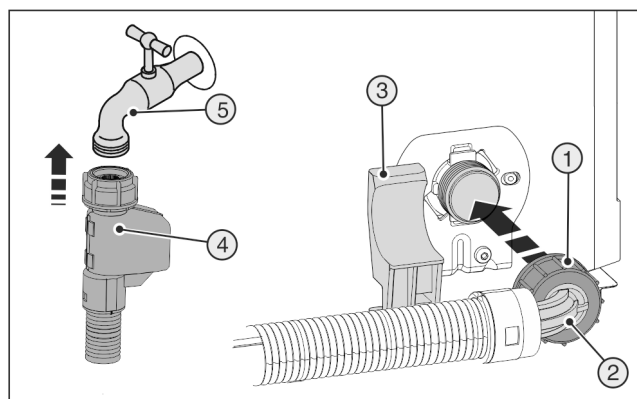

Fig. 22
- ▶ Csatlakoztassa az egyenes tömlővéget Fig. 22 (4) az elzáró csaphoz Fig. 22 (5).